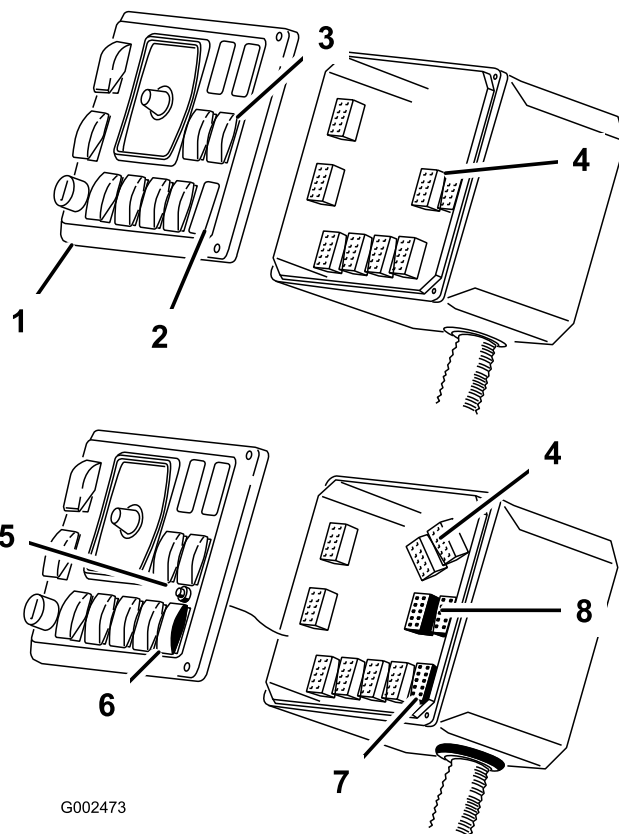

Figure 21
3. Montez le voyant par l'arrière du trou et fixez-le au panneau avant avec les fixations qui sont fournies (Figure 21).
4. Retirez le cache qui occupe l'emplacement de l'interrupteur des rampes soniques sur le panneau avant et montez l'interrupteur à bascule (Figure 21).
5. Trouvez et retirez les obturateurs qui masquent les emplacements des interrupteurs de relevage des rampes (Figure 21).